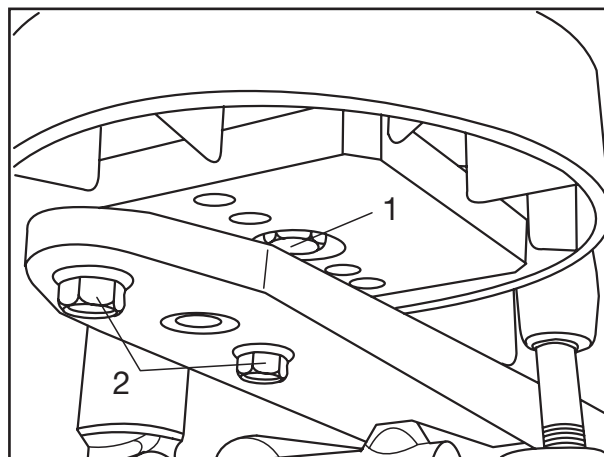

Fig. 6
- [11] Luftfederbalg ansetzen. Sicherungsschrauben (Fig. 6/2) hineinschrauben und mit dem vorgeschriebenen Anziehdrehmoment von 230 Nm festziehen.
- [11] Fit air bag in place, screw in locking bolts (Fig. 6/2) and tighten to the specified torque of 230 Nm.
- [11] Mettre le coussin d'air en place. Serrer les vis de sûreté (fig. 6/2) et serrer à fond au couple de serrage prescrit de 230 Nm.